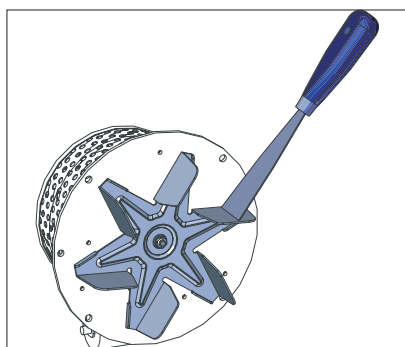

Fig. 32 Pulire la girante
- Rimuovere i dadi ad alette nell'unità ventilatore – Fig. 32.
- Estrarre l'unità ventilatore e pulire la girante – Fig. 32.